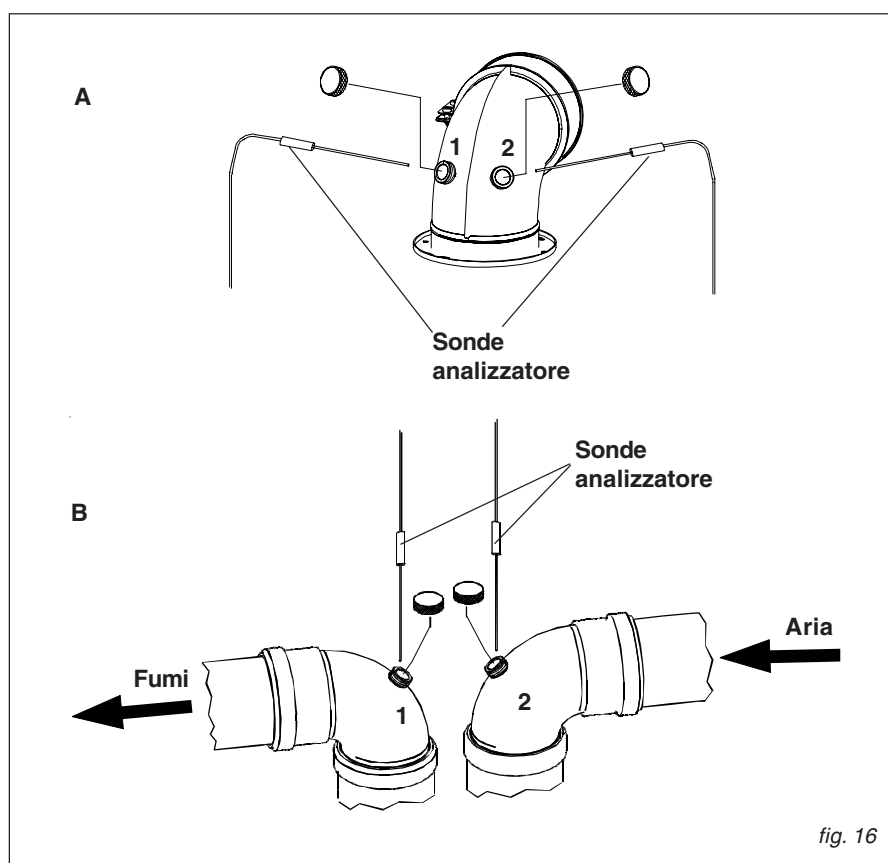

fig. 16
- misura dell'aria comburente prelevata nell'apposito foro 2 (vedi fig. 16).
- misura della temperatura fumi e della CO_2 prelevata nell'apposito foro 1 (vedi fig. 16).